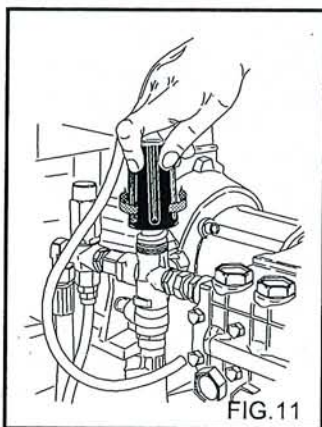

FIG. 11
Dette kapitlet gjelder kun de modellene som er utstyrt med utstyr for "trykkregulering". Trykkregulatoren, fig. 11 gjør at brukeren kan regulere arbeidstrykket. Når knapp C vris moturs (B) (minimum), reduseres driftstrykket.